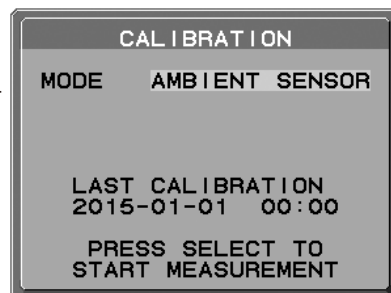

図7
- 2 液晶ディスプレイの電源を入れて 30 分以上経過してから、キャリブレーションモードで AMBIENT SENSOR を選択します。(図 7)